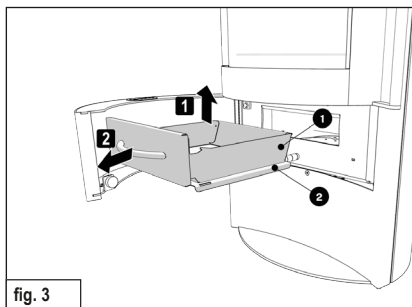

fig. 3
- ▶ Tirez le bac à cendres (1) par la poignée avec le couvercle (2) (fig. 3).